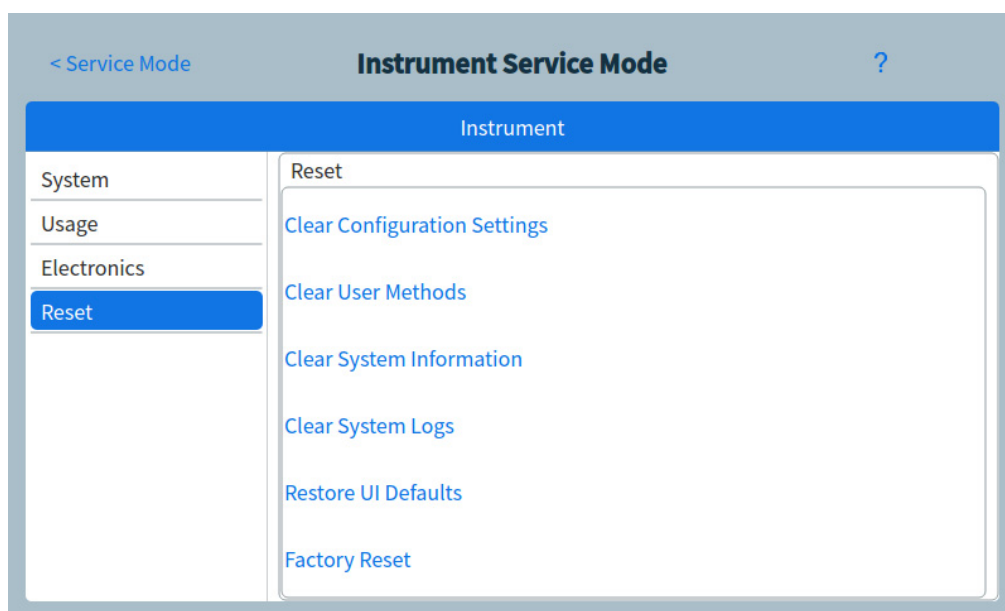

Figura 37 Pagina reset
- 1 Dalla pagina System Settings, premere il tasto di selezione pagina **Reset**. Compare la pagina di reset. Vedere Figura 37.